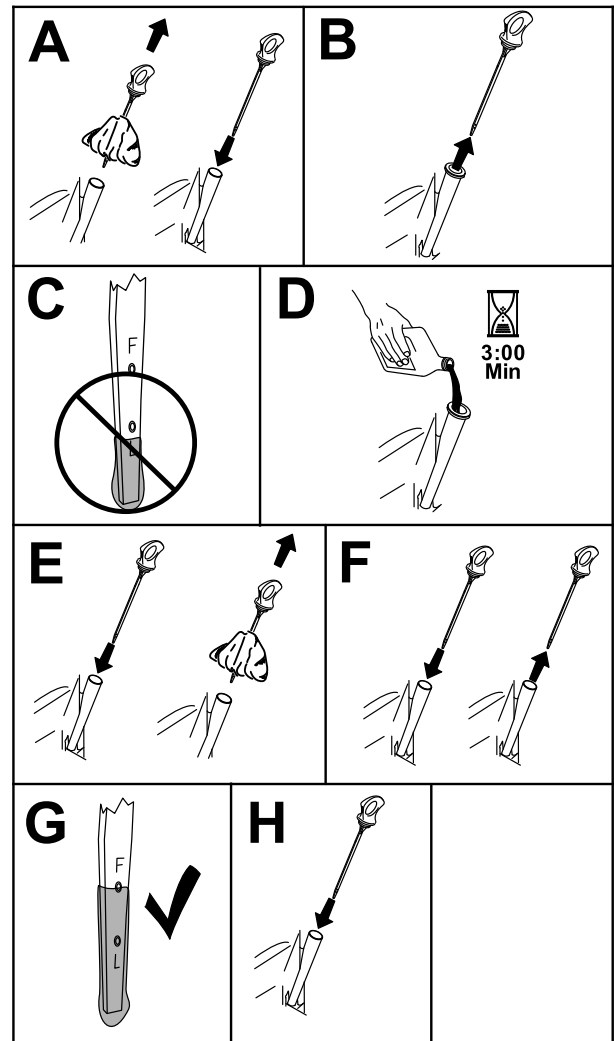

Bild 41
3. Reinigen Sie den Bereich um den Ölfüllstutzendeckel bzw. den Peilstab vor dem Abnehmen, damit kein Schmutz oder Schnitgut usw. in den Motor gelangt (Bild 41).